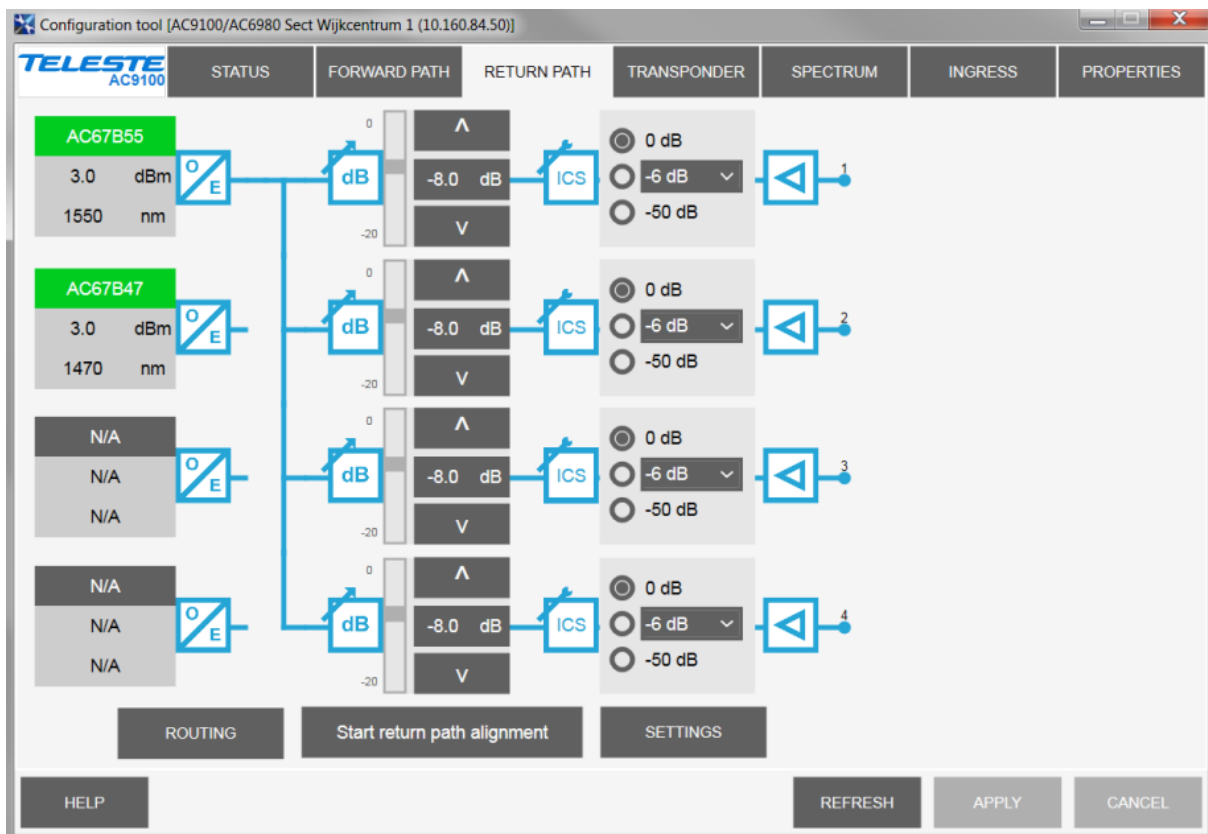

Fig 13
- Het upstream ingangsniveau bedraagt 65 dBμV per poort. Intern wordt dit niveau teruggebracht naar 57dBμV direct aan de zender (52dBμV aan het OMI testpunt). Dit komt overeen met een demping van $65 - 57 = -8\text{dB}$ per poort in het demping dB 'control veld' $\wedge$ in fig 13.
- Klik op **settings** in het **Return Path** Tabblad(fig. 13)
- Bevestig met **Apply** en verlaat scherm met **OK**. (Fig. 13)
- Klik op **Routing** in het **Return Path** Tabblad(fig. 13)
- Ga naar het **Return Path** tabblad en selecteer **Start (return path) Alignment** (fig. 13)